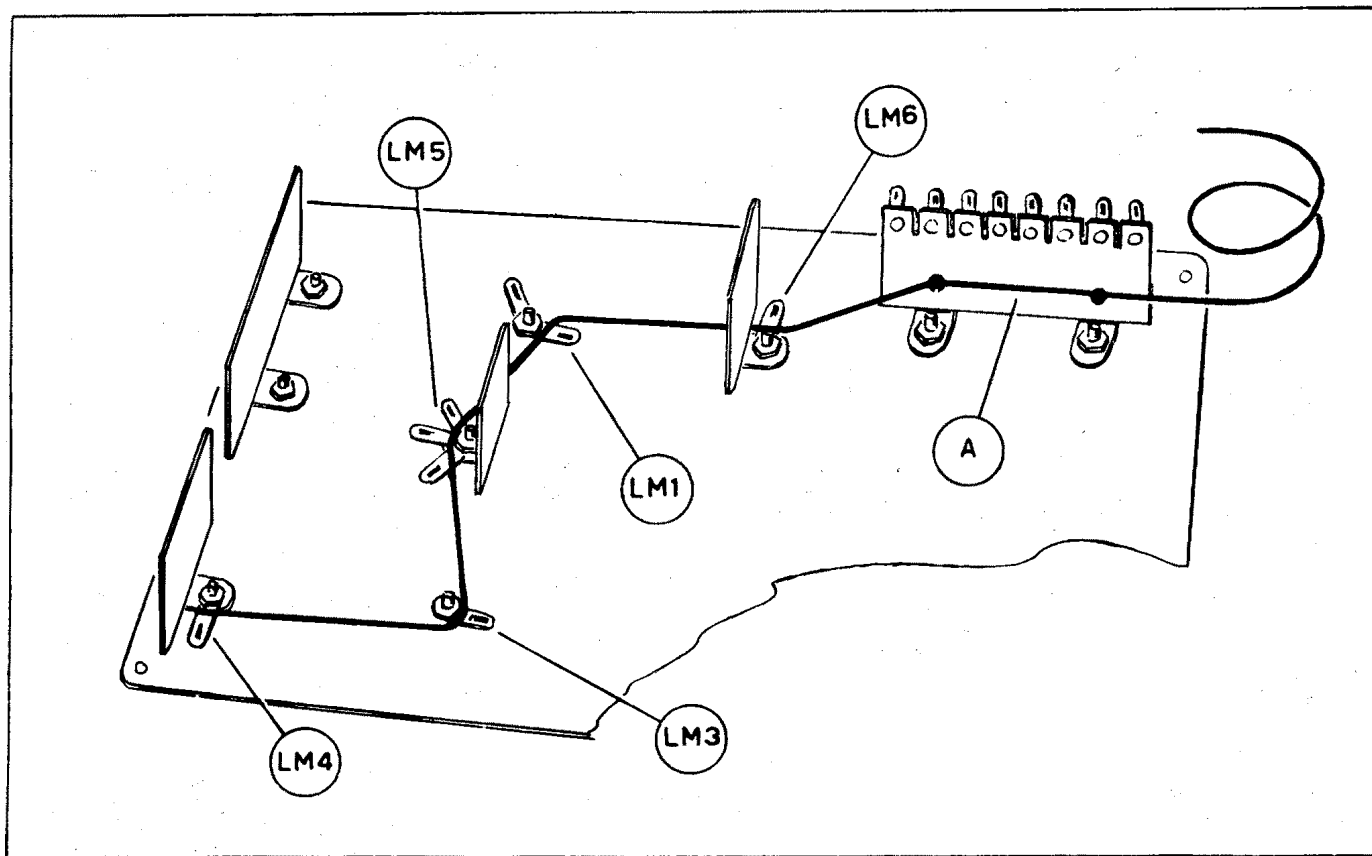

Fig. 7
c) - OSSERVANDO IL DISEGNO DI FIG. 7 ESEGUA LA PRIMA SALDATURA DEL FILO SUL CAPOCORDA INDICATO CON LM4.
d) - SEGUENDO LE INDICAZIONI DELLA FIG. 7 CONTINUI LA SALDATURA DEL FILO DI RAME AI CAPICORDA.